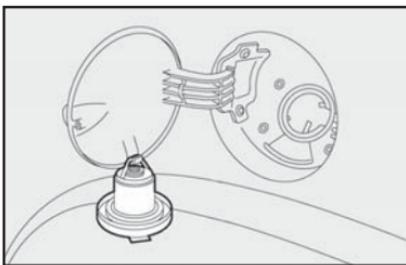

fig. 129
3) Após a retirada da tampa, encaixá-la no suporte existente na portinhola fig. 129.